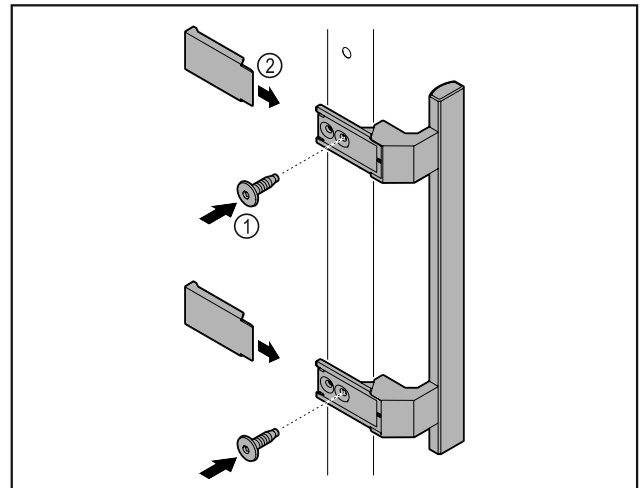

Fig. 9
- ▶ Τοποθετήστε τη λαβή από τη συσκευασία με τις βίδες Fig. 9 (1) στην πόρτα.
- ▶ Τοποθετήστε το κάλυμμα Fig. 9 (2).